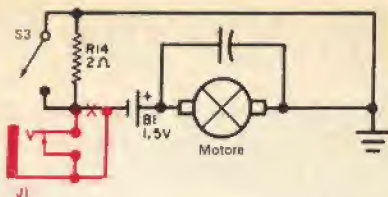

Fig. 4 - Il jack subminiatura J1 consente di comandare a distanza il registratore mediante un qualsiasi tipo di interruttore a mano od a pedale.
**Telecomando** - Spesso può accadere di aver bisogno di trascrivere a macchina una comunicazione dettata su un nastro. È quasi indispensabile in questo caso disporre di un qualsiasi tipo di controllo a distanza, che può essere costituito da un commutatore da azionare a mano oppure a pedale. La fig. 4 mostra un modo molto semplice per introdurre un jack per il telecomando sul lato del registratore a nastro. Collegando al jack J1 un qualsiasi tipo di interruttore esterno, il motore sul registratore può essere eccitato soltanto quando questo interruttore viene chiuso. Naturalmente nel nastro si causa un certo rilascio quando l'apparecchio è fermato con questo interruttore; tuttavia questo fatto non produce alcun inconveniente quando si ricomincia l'ascolto dallo stesso punto.